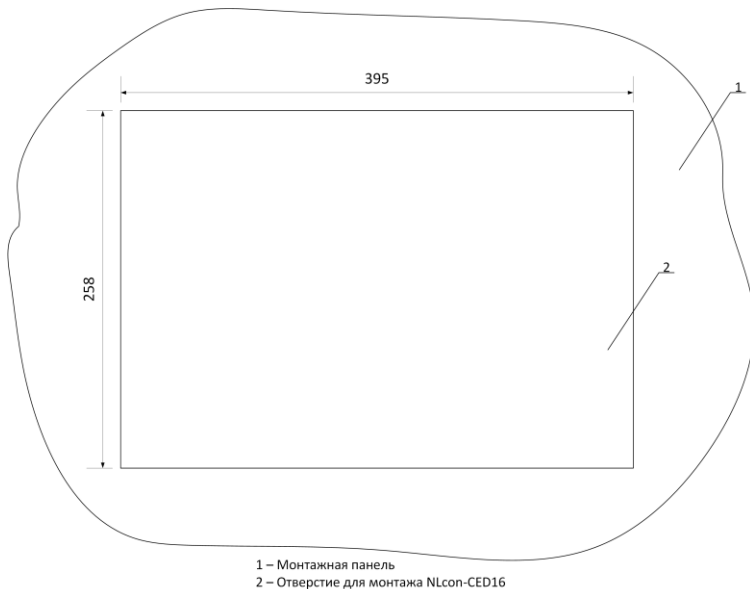
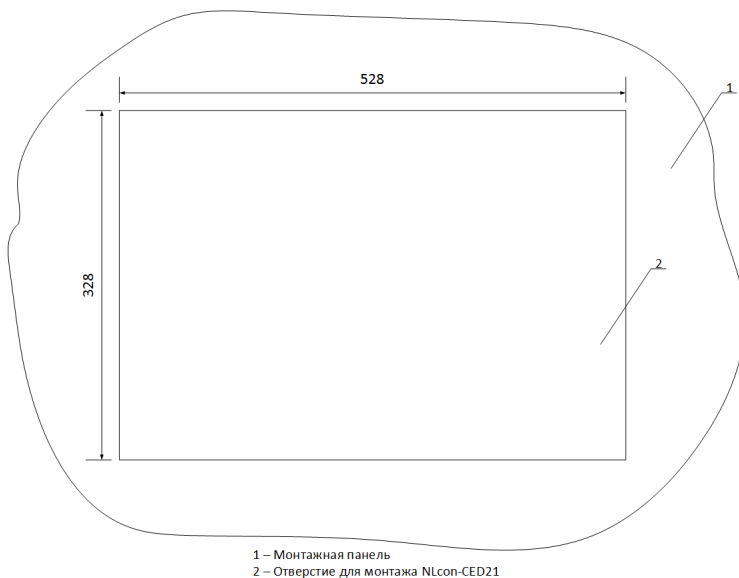

Рис. 4.1. Монтажное отверстие для NLCon-CED16
Рис. 4.5. Монтажное отверстие для NLCon-CED21
- установкой в прямоугольное отверстие путем врезания в переднюю панель шкафа. Для крепления панели оператора на монтажной панели, или двери шкафа, используются зажимы с винтами, которые входят в комплект поставки. Размеры отверстий в зависимости от диагонали приведены на рис. 4.1 - рис. 4.5;